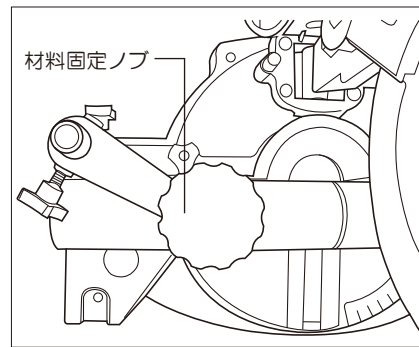

図26
④材料固定ノブを締付け、材料押さえで確実に材料を固定してください。(図26参照)